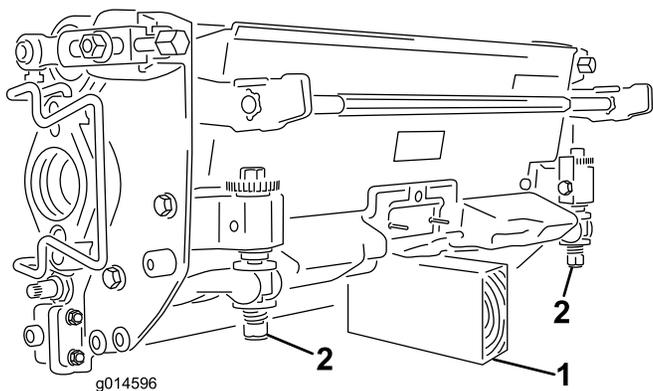

Figure 49
**Important:** Chaque fois que vous devez basculer l'unité de coupe, soutenez-la à l'arrière pour empêcher les écrous situés sur les vis de réglage de la barre d'appui de reposer sur la surface de travail (Figure 49).